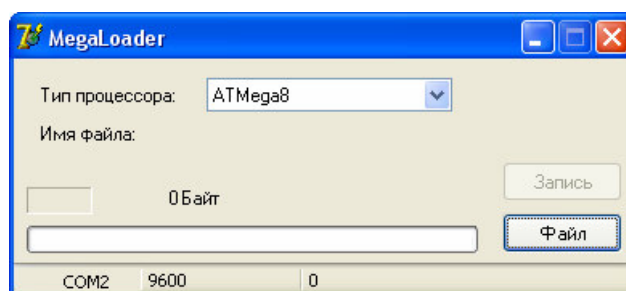

Рисунок 2 – Окно программы MegaLoader
5.3.1 Для загрузки файлов резидента (исполняемого модуля рабочей программы контроллера) непосредственно в память контроллера следует использовать программу MegaLoader (рисунок 2).